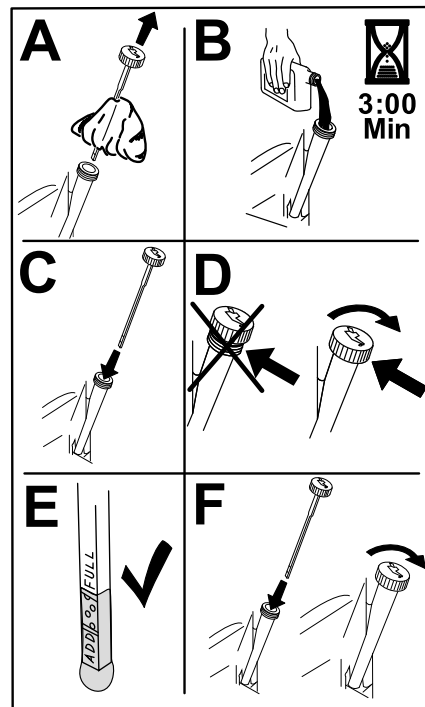

Figure 38
5. Versez lentement environ 80 % de l'huile spécifiée dans le tube de remplissage, puis faites l'appoint lentement jusqu'à ce que le niveau atteigne le repère maximum (**Full**) (Figure 38).
- Remplissez le carter moteur d'huile neuve du type correct (Figure 38).